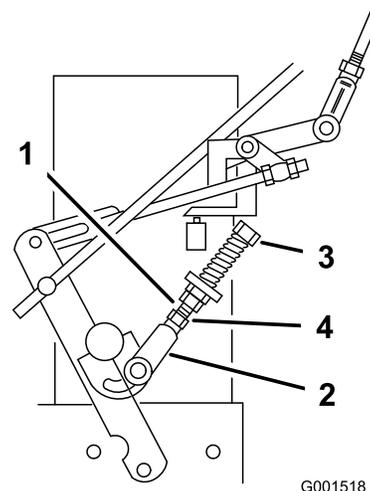

Figura 37
9. Si la rueda gira con la palanca de avance en punto muerto, los acoplamientos del control de punto muerto deben ser ajustados (Figura 37). Si la rueda se detiene, vaya al paso 12.
10. Afloje la tuerca de la horquilla del acoplamiento del control de punto muerto (Figura 37).
11. Ajuste el acoplamiento del control de punto muerto hasta que la rueda motriz correspondiente deje de girar con la palanca sujeta contra el muelle de punto muerto (posición de punto muerto) (Figura 37).
12. Gire el perno de ajuste 1/4 de vuelta aproximadamente en el sentido de las agujas del reloj si la rueda gira hacia atrás, o 1/4 de vuelta aproximadamente en el sentido contrario a las agujas del reloj si la rueda gira hacia adelante (Figura 37).